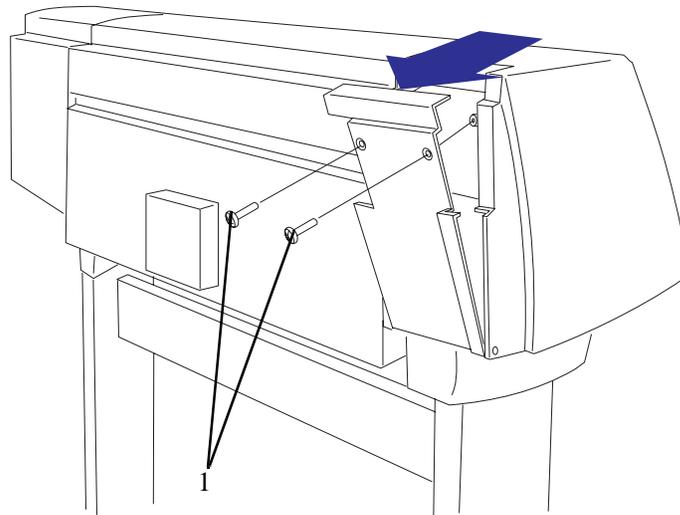

Figura 56: "Cover" de la parte posterior
7. Abra la puerta de la parte posterior del "cover" izquierdo, quitando dos tornillos T-15 (item 1) (consulte la Figura 56).